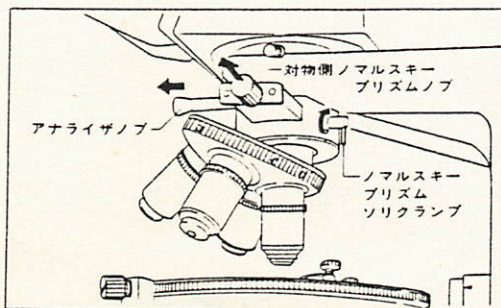

図5
- 5) ステージに標本を載せ、アナライザノブを引いてアナライザを光路より外し、ノマルスキープリズムソリクランプを緩めてから、対物側ノマルスキープリズムを引いて、光路より外します。(図5)